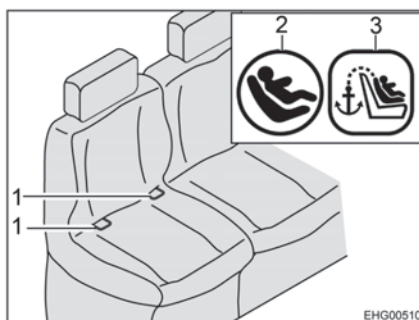
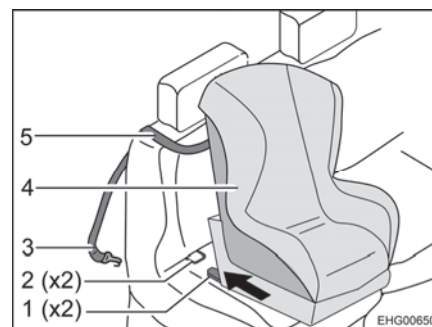

Fig. 12 Sedile con Isofix
Fig. 13 Fissaggio con Top Tether
- Far passare la cintura Top Tether (Fig. 13,5) sopra il cuscino dello schienale (tra il poggiatesta e la cintura di sicurezza).
- Agganciare il gancio di fissaggio (Fig. 13,3) al punto di ancoraggio sul retro del sedile del veicolo.
- Innestare i braccetti di ritenuta (Fig. 13,1) nella staffa di supporto (Fig. 12,1 e Fig. 13,2). Al momento dell'innesto dovrebbe essere possibile sentire un "clic".
- Scuotere con decisione il seggiolino per bambini (Fig. 13,4) per verificare che sia ben fissato.